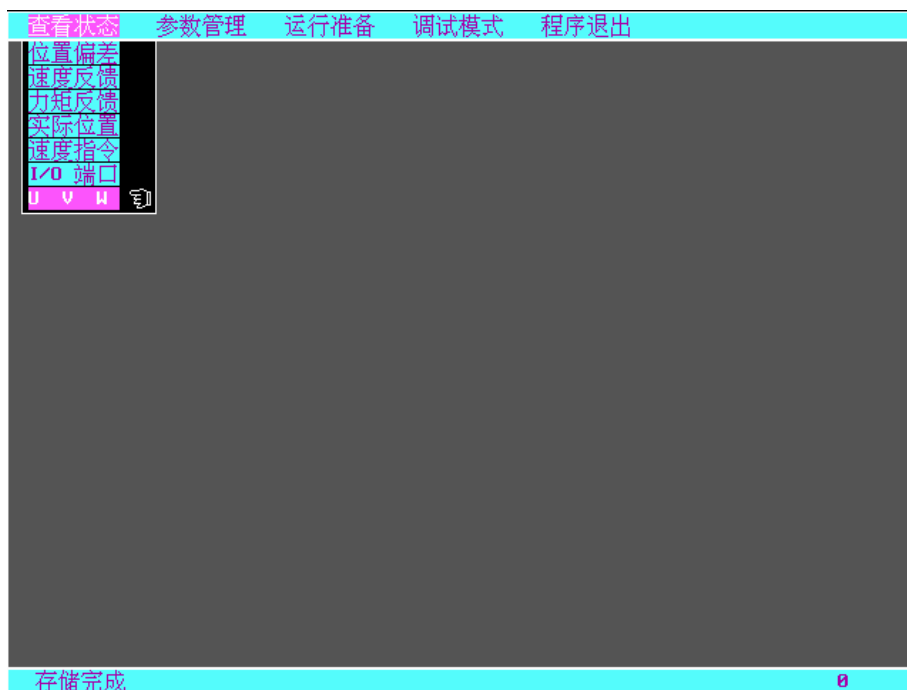

图 10.2 查看状态
- 3) 程序运行中，可通过左右方向键（ ）和确定键（Enter）选择主菜单，用上下方向键（ ）选择菜单子项，将光标移动到所需位置后按下确定键即可。如图 10.2 所示，显示为“查看状态”菜单，用于显示伺服运行过程中的各种状态。